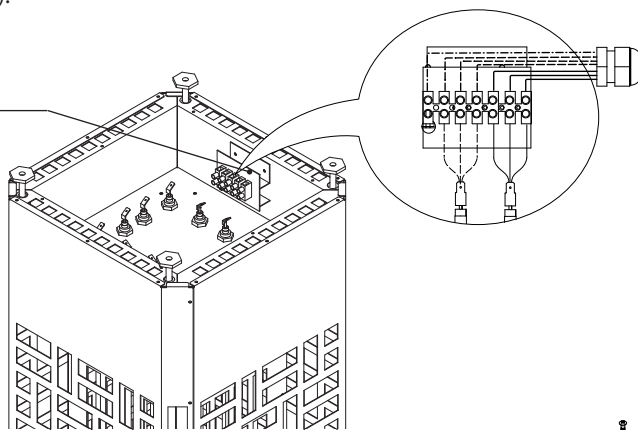

Рис. 5
- Подключите кабель к соединительной панели в соответствии со схемой подключения (рис. 5)